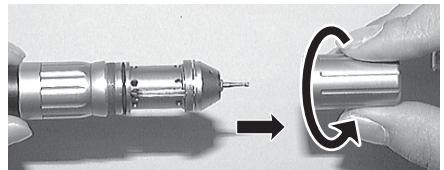

Fig. 15
- 1) Allentare il fermo della cartuccia ruotandolo nella direzione illustrata dalla Fig. 15.